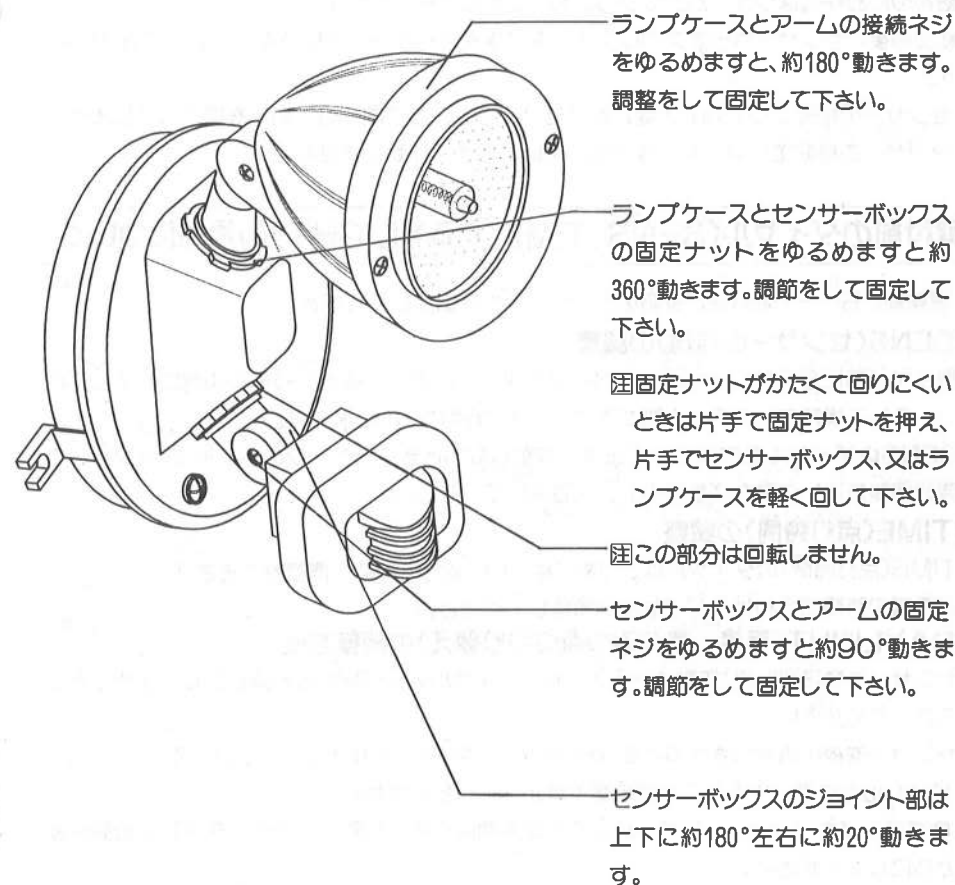

図5
- センサーボックスとランプケースは取付後、目標に合わせて角度を調整してください。(図5参照)